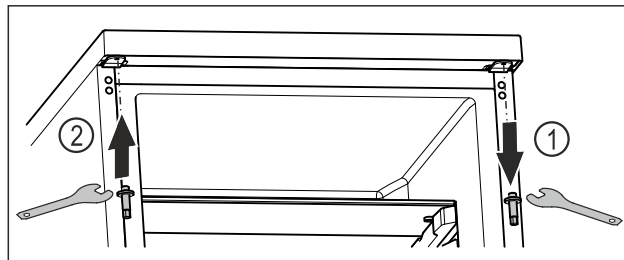

Fig. 22
- ▶ Dévisser l'axe supérieur avec une clé mâle coudée pour vis à six pans creux. Fig. 22 (1)
- ▶ Serrer l'axe du côté opposé avec une clé mâle coudée pour vis à six pans creux. Fig. 22 (2)